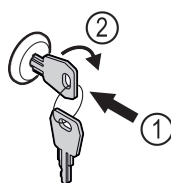

Fig. 160
- Sätt in nyckeln. Fig. 160 (1)
- Vrid nyckeln 90° medurs. Fig. 160 (2)